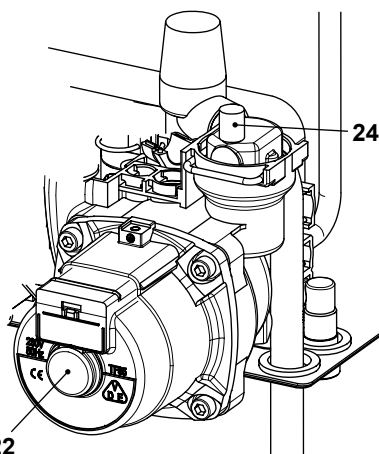

Figura 6.3
- Allentare il tappo della valvola di sfiato automatico 24 in Figura 6.3.
- Togliere il tappo 22 in Figura 6.3 e sbloccare la pompa ruotando il rotore con un cacciavite.